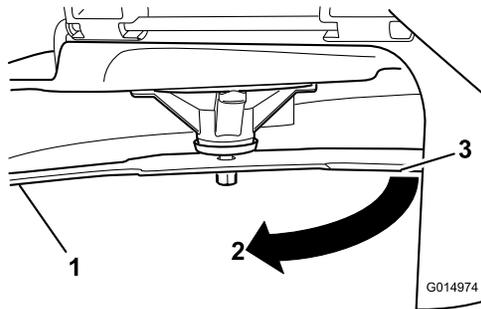

Figure 52
- Distance mesurée entre la lame et la surface (A)
- Tournez la même lame de 180 degrés pour amener l'autre tranchant à la même position (Figure 52).